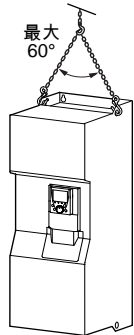

图 4
- 3 取下连接变频器与托台的螺钉并使用起重机搬运变频器。变频器为此配备了吊耳 (图 4)。